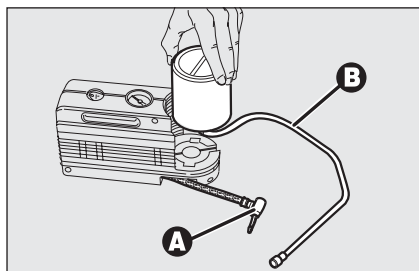

fig. 23
- disinserire l'innesto **A**-fig. 23 e scollegare il tubo **B**;